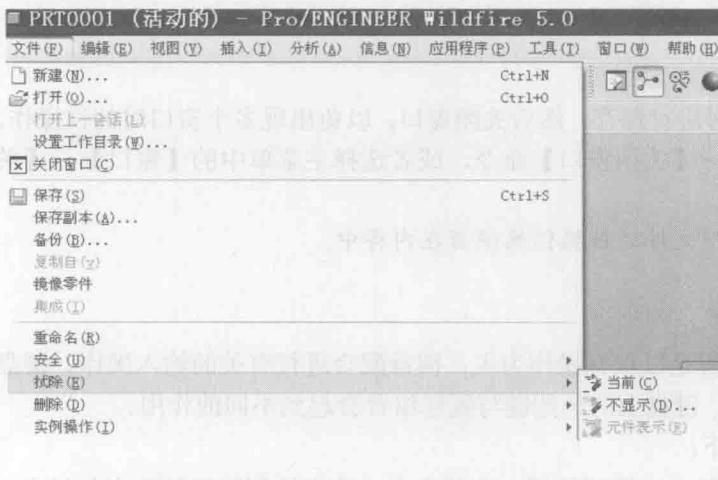

图 1-11 清除内存文件
(1) 单击主菜单中的【文件】→【拭除】命令，如图 1-11 所示。